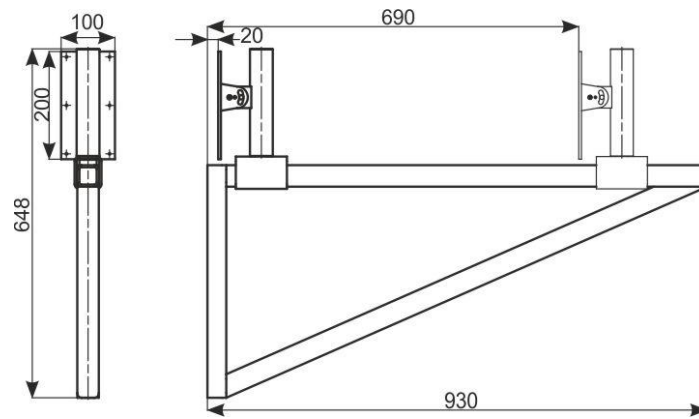

Abb. 39 Schalungshalter 650
1.3.37. Schalungshalter 650 (Abb. 39)